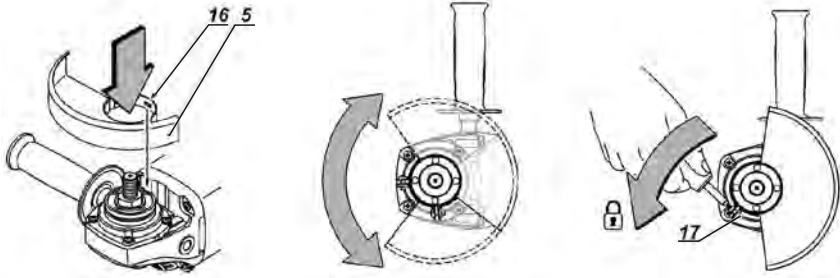

Fig. 3 – Montagem e posicionamento da capa de proteção
- 2 - Solte o parafuso (17), Fig. 3;
- 3 - Posicione o encaixe da capa de proteção (16) no canal do flange da máquina;
- 4 - Posicione a capa de proteção (5) de acordo com o trabalho a ser realizado;
- 5 - Aperte o parafuso (17) na posição desejada.